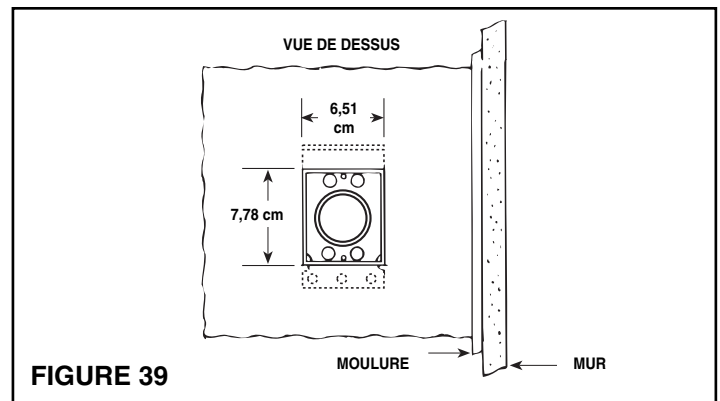
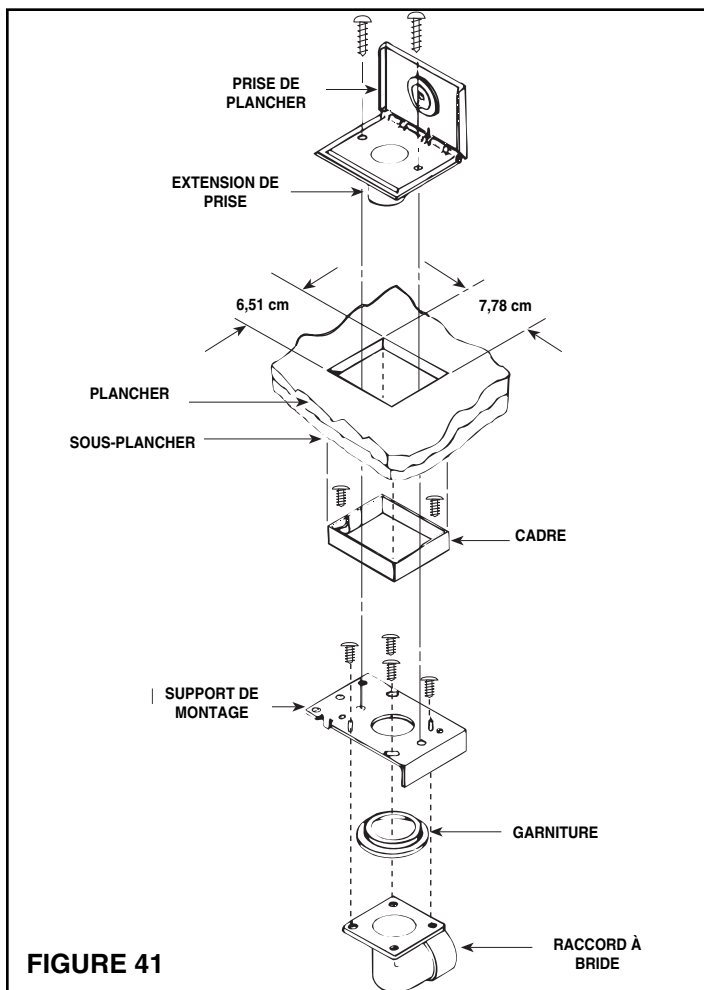

FIGURE 39
FIGURE 41
1. Voyez les figures 39 et 40. Après avoir déterminé l'emplacement de la prise au sol, découpez un orifice rectangulaire de 7,78 cm X 6,51 cm. Le point central de la prise doit être situé à au moins 6,35 cm du mur pour permettre l'ouverture du couvercle au moment de l'insertion du boya.
2. Déterminez la direction de la tuyauterie et attachez le raccord à bride approprié au support de montage avec les quatre (4) vis fournies. **Assurez-vous que la bride du support de montage ne rentre pas en contact avec la tuyauterie et que la soudure est bien en place.**
3. Voyez la figure 41. Positionnez le support avec le cadre et le raccord à bride dans la découpe d'en dessous et fixez-le au sous-plancher.
7. Voyez la figure 41. Fixez la prise de sol en place avec deux vis.